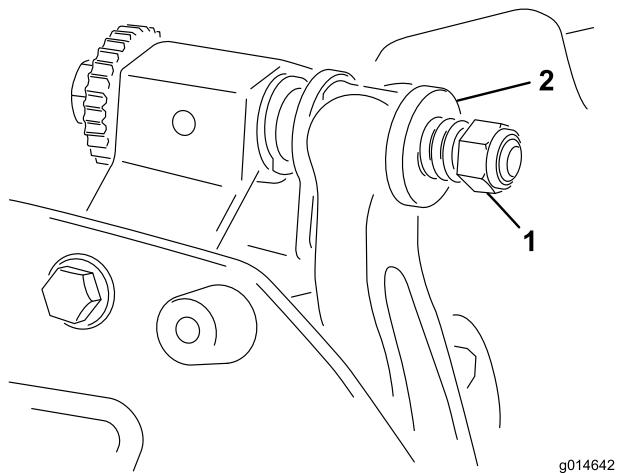

Figure 16
4. Serrez l'écrou de tension du ressort jusqu'à ce que les spires soient jointives, puis desserrez-le de 1/2 tour (Figure 16).